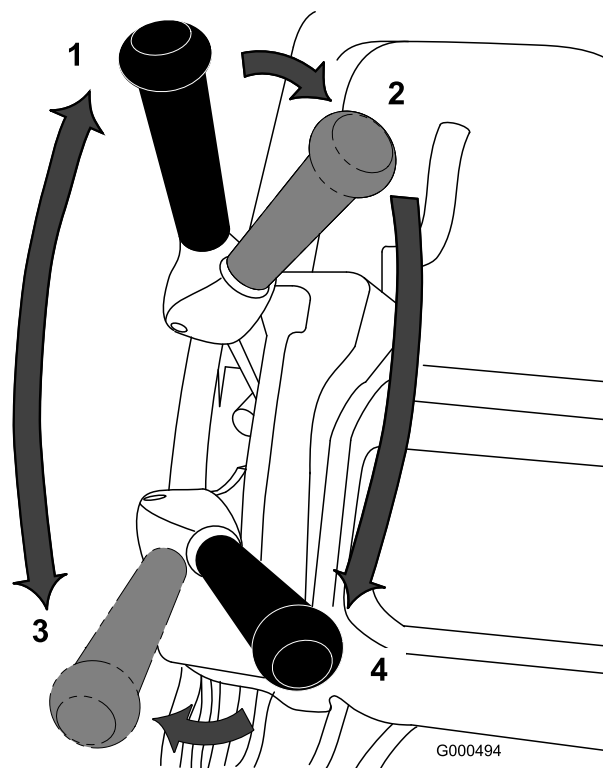

Рисунок 23
1. Запустите двигатель, установите дроссельную заслонку на пониженные обороты двигателя, нажмите на рукоятку вниз, чтобы поднять режущий блок, прижмите к рукоятке штангу контроля присутствия оператора, переведите рычаг управления тягой и приводом барабана в положение ПЕРЕДНИЙ ХОД (транспортировка) и переместите машину на край гриня (Рисунок 23).
2. Переведите рычаг в НЕЙТРАЛЬНОЕ положение (Рисунок 23).
3. Переведите рычаг в положение «тяга — НЕЙТРАЛЬНОЕ положение, привод барабана ВЫКЛЮЧЕН»(Рисунок 23).
4. Переведите рычаг в положение «тяга — ПЕРЕДНИЙ ход, привод барабана ВКЛЮЧЕН» (Рисунок 23), увеличивайте с помощью дроссельной заслонки обороты двигателя до тех пор, пока машина не будет двигаться с требуемой скоростью, переместите машину на грин, опустите режущий блок на землю и начните скашивание.